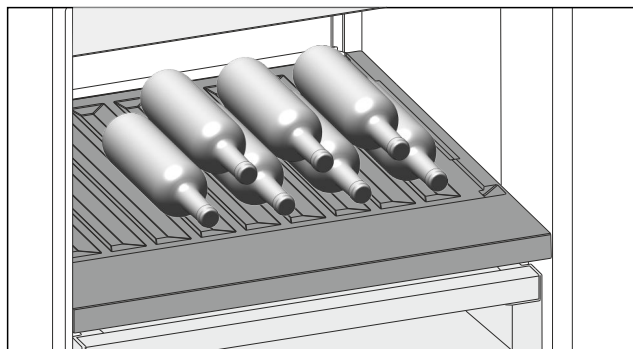

Fig. 152 Beispielhafte Darstellung
- Flaschen mit dem Boden nach hinten zur Rückwand einlegen. (siehe Fig. 152)